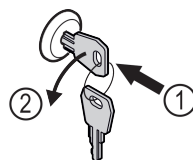

Fig. 201
- ▶ Вставьте ключ. Fig. 201 (1)
- ▶ Поверните ключ на 90° против часовой стрелки. Fig. 201 (2)